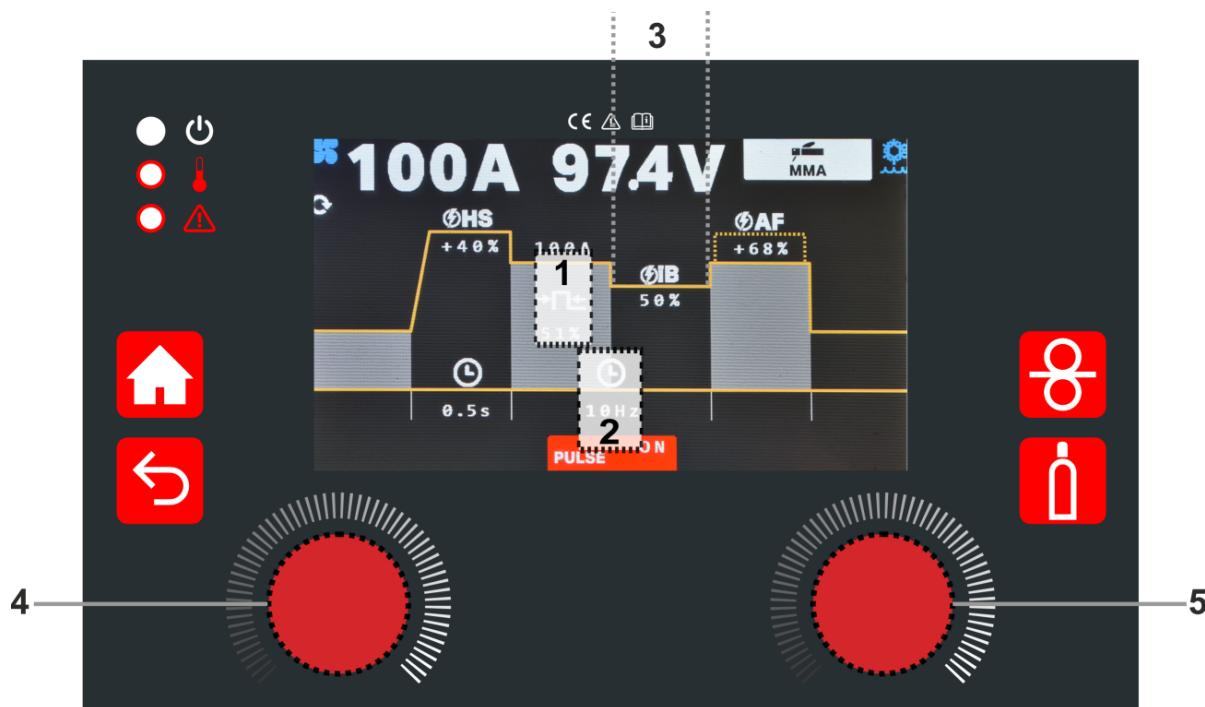

Fig. 16
- Colocar PULSE em ON por meio do encoder do lado direito (5 - Fig. 16). No MMA pulsado, a corrente de soldadura oscila entre um valor de corrente alto e um valor de corrente baixo, permitindo uma menor entrada térmica em chapas mais finas e um maior controlo do arco nas posições mais exigentes (vertical ascendente).